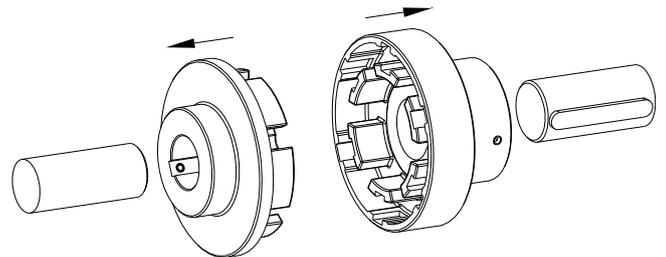

Figura 9: montaje de la sección de levas y portadora
- Monte la sección de levas y la portadora dentro del eje del lado motor y conducido (ver figura 9).